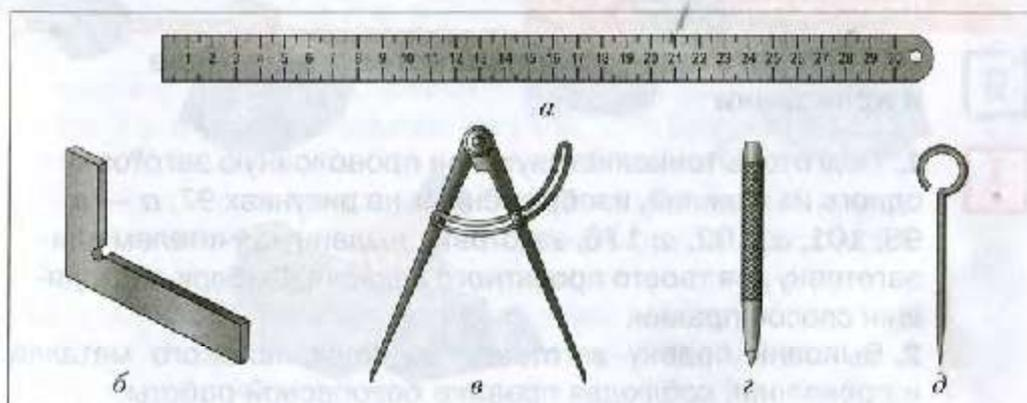

Рис. 107. Инструменты для слесарной разметки: *a* – металлическая линейка; *б* – слесарный угольник; *в* – разметочный циркуль; *г* – кернер; *д* – чертилка
- металлическую линейку (рис. 107, *a*);
- слесарный угольник (рис. 107, *б*), с помощью которого проводят линии под прямым углом и проверяют прямые углы у деталей;
- *чертилку* (рис. 107, *д*) – для нанесения разметочных линий;
- *разметочный циркуль* (рис. 107, *в*) – для проведения окружностей;
- *кернер* (рис. 107, *з*) – для получения на поверхности небольших впадин (лунок).